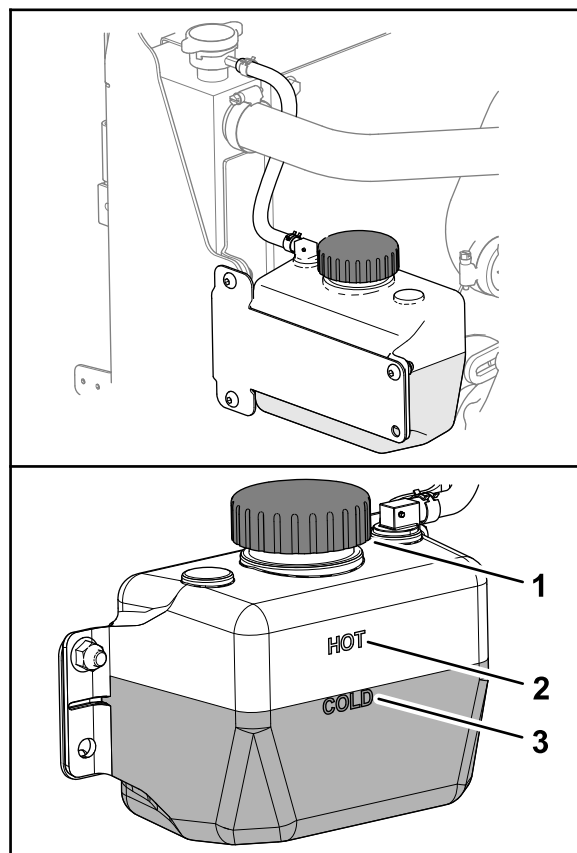

Figura 93
3. Verifique o nível de líquido de arrefecimento do reservatório (Figura 93).